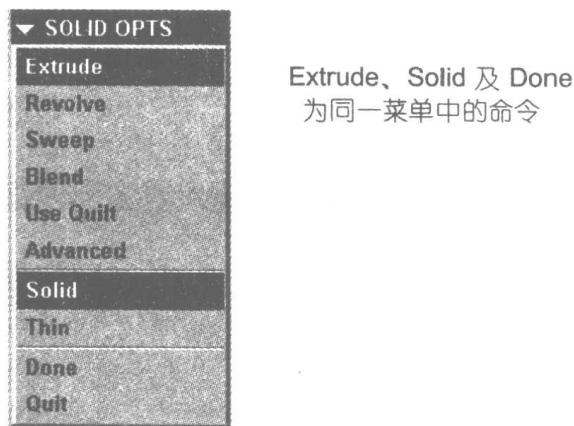

图 3
- ◆ | (例如: Extrude | Solid | Done): 同一窗口中的命令(如图 3 所示)。